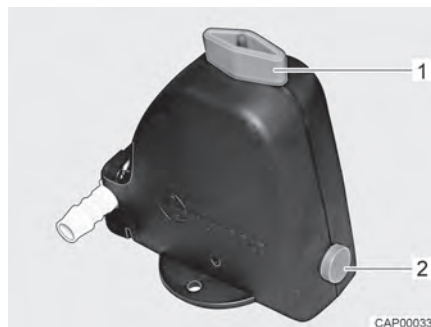
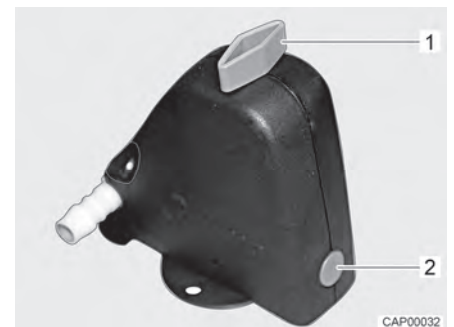

Bild 105 Sicherheits-/Ablassventil geöffnet
Bild 106 Sicherheits-/Ablassventil geschlossen
- Sicherheits-/Ablassventil schließen. Dazu Drehknopf (Bild 105,1) quer zum Sicherheits-/Ablassventil drehen und Druckknopf (Bild 105,2) hineindrücken. Das geschlossene Sicherheits-/Ablassventil ist in Bild 106 dargestellt. Bei Temperaturen unter 6 °C lässt sich das Sicherheits-/Ablassventil nicht schließen.